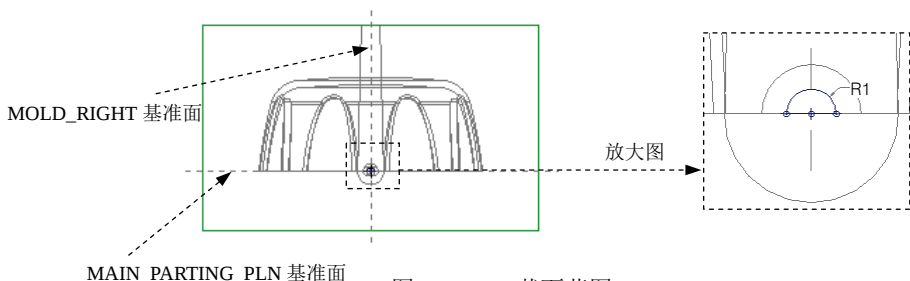

图 18.3.16 截面草图
(3) 进入截面草绘环境后, 选择 MAIN_PARTING_PLN 基准面和 MOLD_RIGHT 基准面为草绘参考, 绘制图 18.3.16 所示的封闭截面草图。单击“草绘”操控板中的“确定”按钮 。